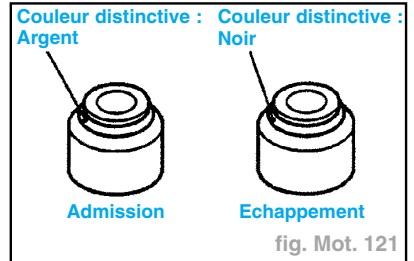

fig. Mot. 121
- Moteurs 24 soupapes (fig. Mot. 121) :